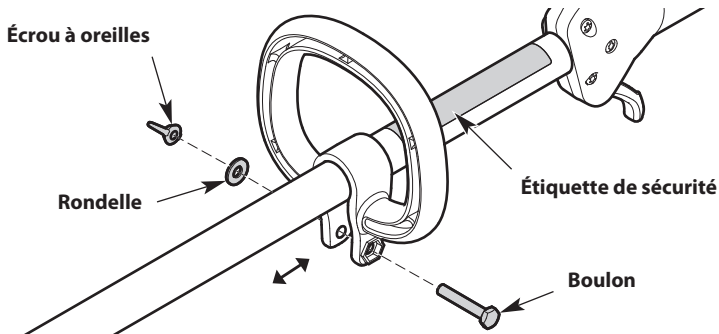

Fig. 9
2. Insérez le boulon dans le trou hexagonal et poussez-le à travers (Fig. 9). Placez la rondelle sur le boulon (Fig. 9). Vissez l'écrou à oreilles sur le boulon, mais sans le serrer complètement (Fig. 9).
3. Maintenez l'unité en position d'utilisation (Fig. 15). Déplacez le manche vers le haut ou le bas sur le tube supérieur pour trouver une position confortable (Fig. 9). S'assurer que la poignée est placée au-delà de l'extrémité de l'étiquette de sécurité (Fig. 9).
1. Desserrez l'écrou à oreilles (Fig. 9).
2. Maintenez l'unité en position d'utilisation (Fig. 15). Déplacez le manche vers le haut ou le bas sur le tube supérieur pour trouver une position confortable (Fig. 9). S'assurer que la poignée est placée au-delà de l'extrémité de l'étiquette de sécurité (Fig. 9).